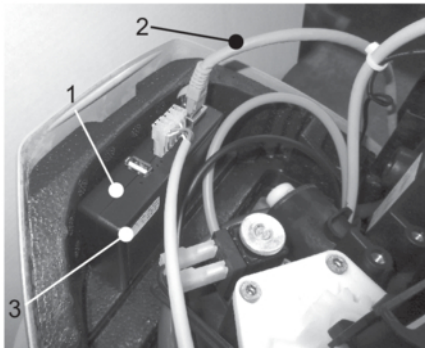

Abb. 13: Connectivity-Modul
3. LAN-Kabel in die LAN-Buchse des Connectivity-Moduls einstecken (siehe Abbildung 13).
Der QR-Code befindet sich auch auf dem Aufkleber des Connectivity-Moduls (siehe Abbildung 13).